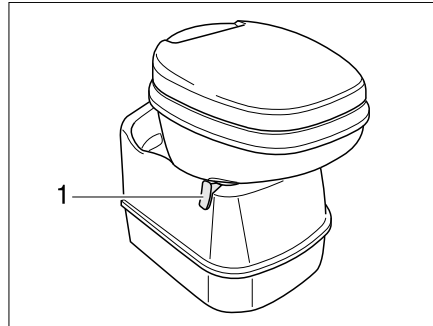
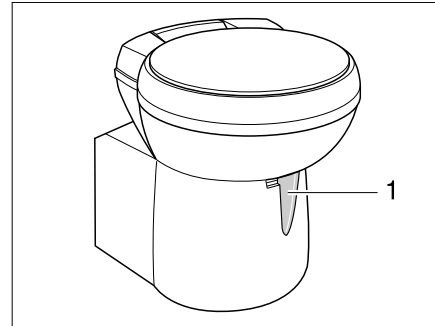

Bild 234 Thetford-Toilettenschüssel, schwenkbar
Bild 235 Thetford-Toilettenschüssel, schwenkbar (Alternative)
- Vor dem Spülen den Schieber der Thetford-Toilette öffnen. Dazu den Schieberhebel (Bild 234,1 bzw. Bild 235,1) entgegen dem Uhrzeigersinn schieben.
- Den Schieberhebel (Bild 234,1 bzw. Bild 235,1) im Uhrzeigersinn schieben. Der Schieber wird geschlossen. Zum Entleeren **muss** in der Thetford-Toilette der Schieber geschlossen sein.